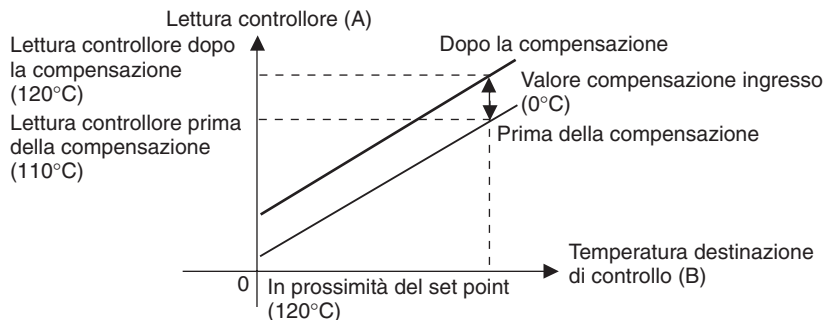

Figura 2 Illustrazione della compensazione a 1 punto
2. Controllare la temperatura della destinazione di controllo (B) e la lettura del controllore (A). Sottrarre la temperatura della lettura del controllore (A) dalla temperatura della destinazione di controllo (B), quindi impostare \bar{LNSL} e \bar{LNSH} sul risultato come valore di compensazione dell'ingresso. La compensazione è illustrata nella *Figura 2*.
3. Dopo avere impostato i valori di compensazione dell'ingresso, controllare la lettura del controllore (A) e la temperatura della destinazione di controllo (B). Se più o meno coincidono, la compensazione dell'ingresso della temperatura è completata.